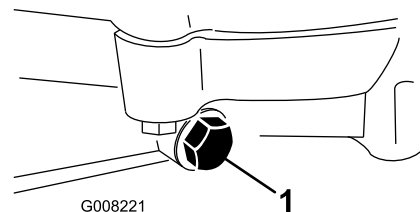

Figure 48
4. Placez un bac sous le bouchon de vidange (Figure 48).